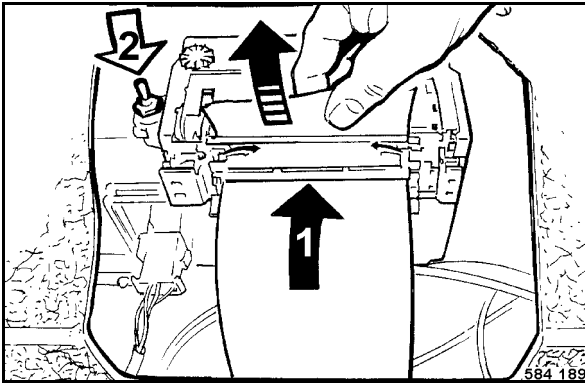

fig. 105
- Installer un rouleau de papier neuf (fig. 105).
- Introduire le papier dans la prise (1) de l'imprimante.
- Actionner la touche à bascule (2) dans le sens de la flèche jusqu'à ce que le papier apparaisse à la sortie de l'imprimante.